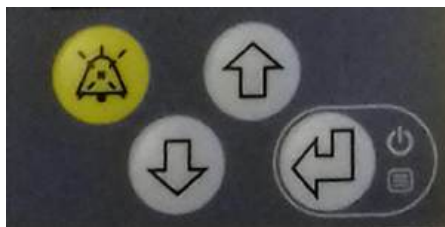

Рисунок 4. Клавиатура Монитора CO₂
- 1) При помощи клавиатуры (см. Рисунок 4), состоящей из 4-х физических кнопок.